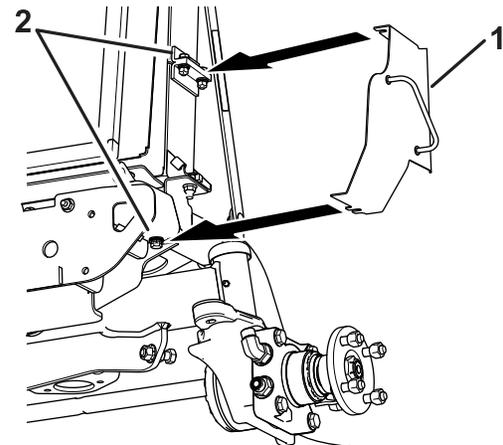

Bild 7
12. Lösen Sie die Schrauben auf der Seite des Kühlers (**Bild 7**).
13. Schieben Sie die Halterung der Kühlerabdeckung unter die Schraubenköpfe der Kühler- und Stoßstangenhalterung (**Bild 7**).